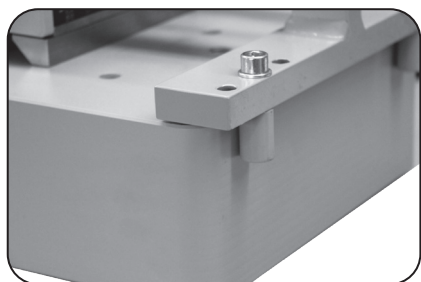

Abb. 1
- Das Werkstück muss während des Hebevorgangs immer ordentlich gegen den Vertikalschlag sitzen. (Abb.1) Die Verschiebekraft muss vom Anschlag aufgefangen werden. Setzen Sie dazu den Magneten immer mittig im Schwerpunkt des Werkstücks auf und schrauben Sie die Auflagebolzen entsprechend der Werkstückgeometrie symmetrisch an. (Abb. 2)
4. Die Anschläge müssen fest an der Unterkante des Werkstücks anliegen, um ein Abrutschen der Last im Vertikalbetrieb zu verhindern. (Abb. 1) Ist dies der Fall, schalten Sie den Magneten ein (FX Betriebsanleitung beachten)
3. Drücken Sie die Anschläge fest gegen die Unterkante des Werkstücks. (Abb. 1) Erst danach schalten Sie den Magneten ein (FX Betriebsanleitung beachten) Heben Sie die Last um wenige Zentimeter an und prüfen Sie am Gerät, ob die Last sicher gehalten wird